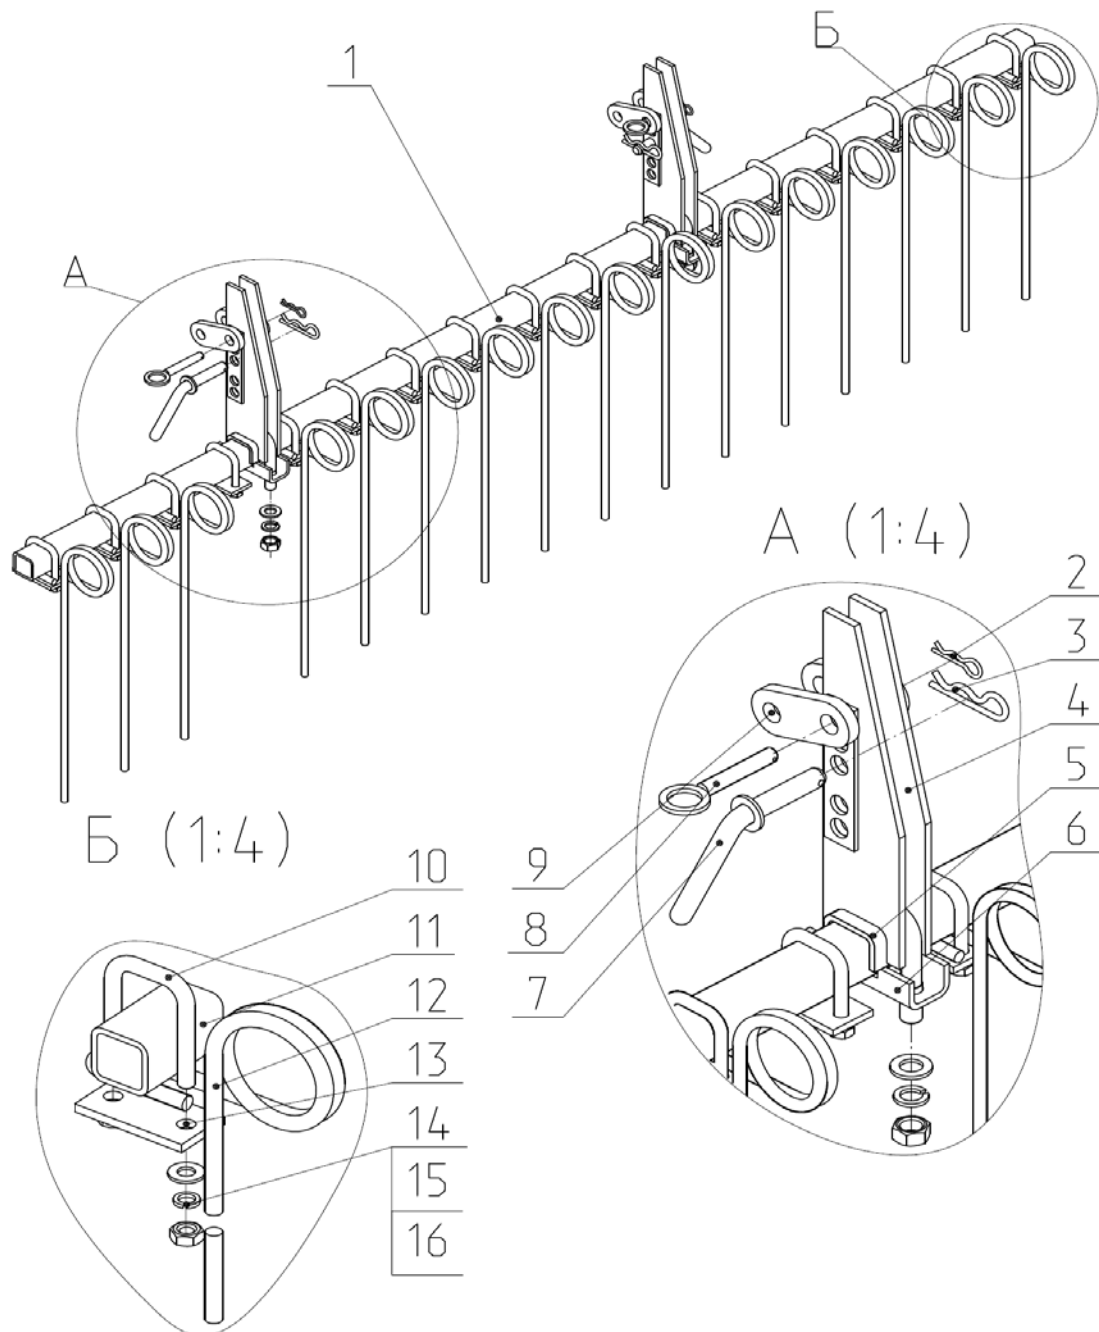
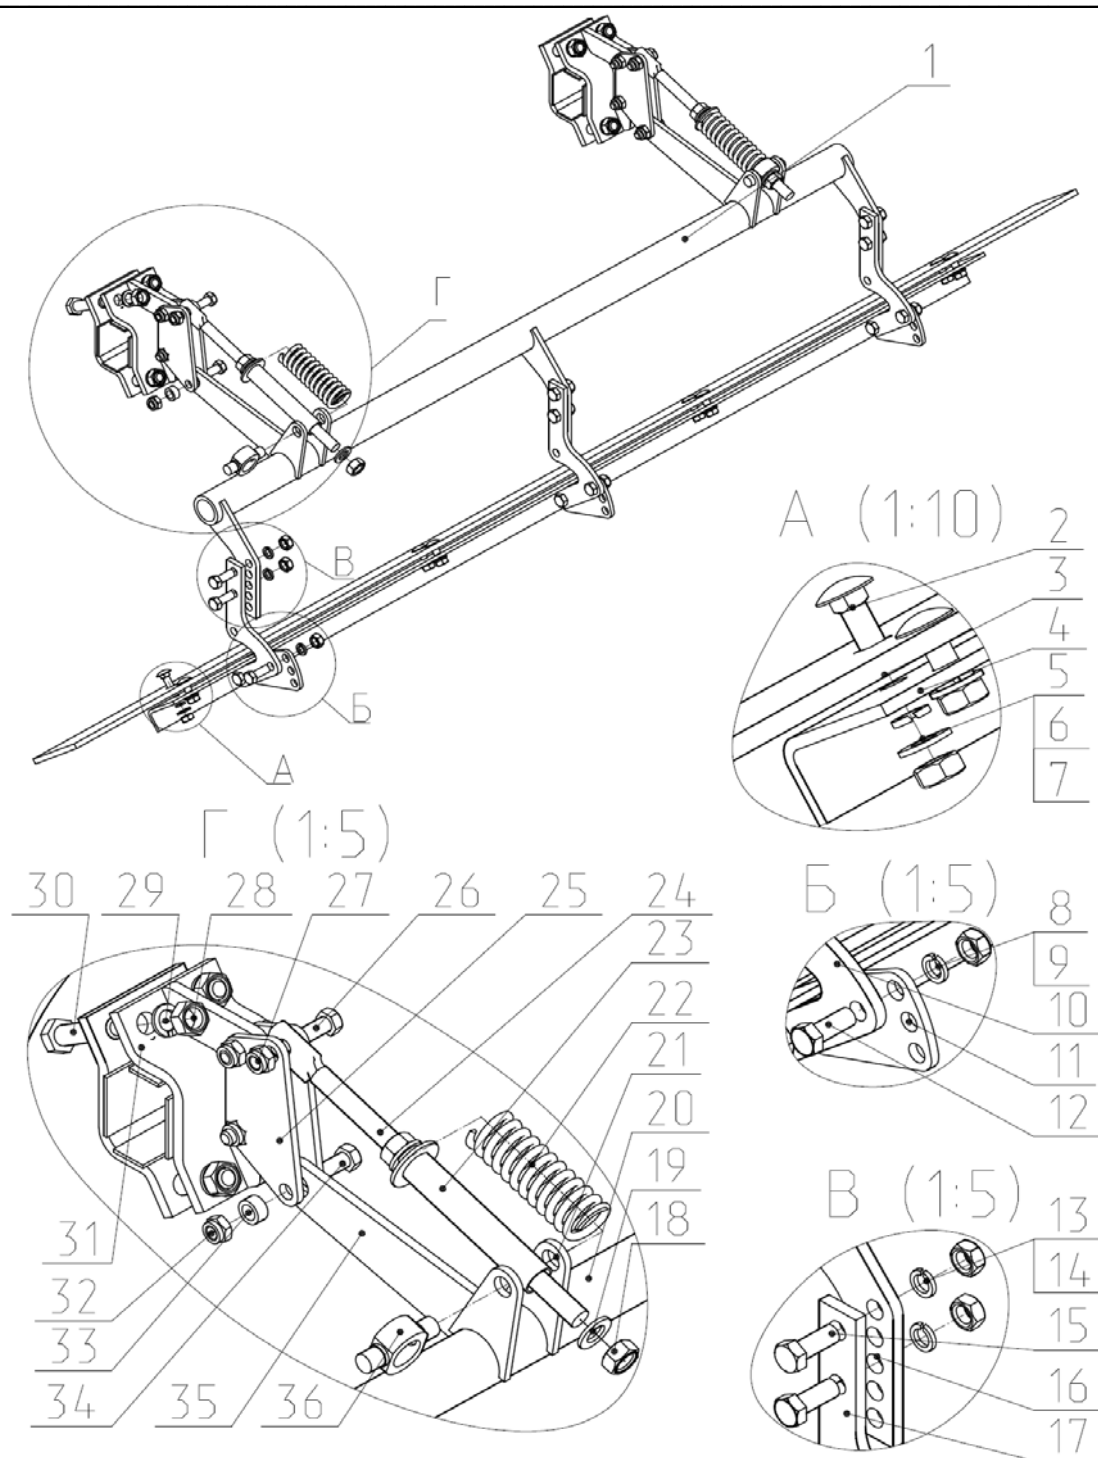

Рис.13 КСП 04.120 Гребенка однорядная.
Рис.14 КБП 02.290 Планчатый выравниватель.
2.14 На секции катков дополнительно могут устанавливаться гребенки вычесывающие однорядные (Рис.13), и планчатый выравниватель (рис.14).
2.14.1 Гребенка вычесывающая (Рис.13), предназначена для вычесывания подрезанных растений и сброса их на поверхность почвы, а также для дополнительного крошения и осаживания взрыхленной почвы, подготавливаемой под посев.